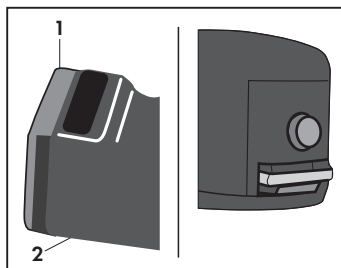

Abb. 9
-Die Klappe (1) der Steckbuchse (Q) an den Körper des Schnellanschlusses (2) drücken und kontrollieren ob die beiden Teile richtig ineinander rasten (**Abb. 9**). Nachdem das Zubehör montiert worden ist, die Steuerungen am Handgriff betätigen, um die gewünschten Funktionen einzuschalten.